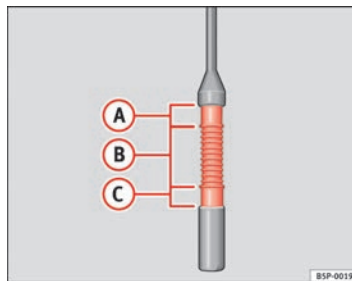

Abb. 158 Ölmesstab
- Den Messstab anschließend wieder herausziehen und den Ölstand ablesen ⇒ Seite 229, Abb. 158. Füllen Sie gegebenenfalls Motoröl nach.